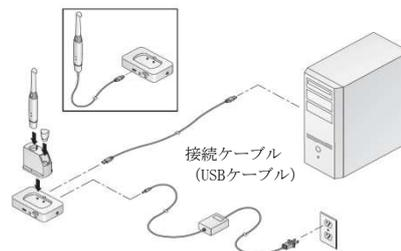

図 3
- (1) ワイヤレス接続の場合は PC 用 USB ケーブルを用いてドッキングステーションとコンピュータを接続し電源を入れる (図 3)。ケーブル接続の場合は、PC 用 USB ケーブルを用いてハンドピース本体とコンピュータを接続する。